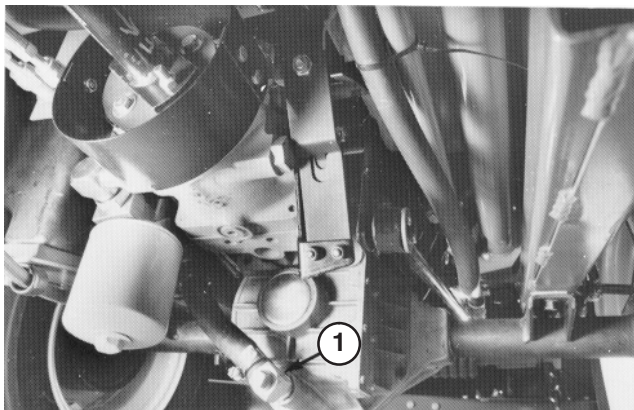
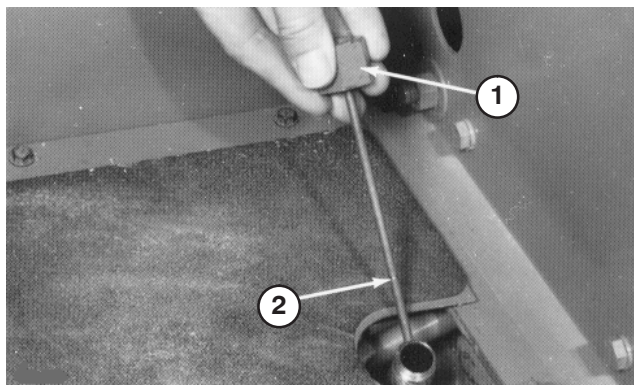

Bild 72
Bild 73
4. Nehmen Sie die Ablassschraube vom Ablass zwischen dem Achsgehäuse und Ölfilter ab und lassen Sie das Öl in eine Auffangwanne ablaufen (Bild 72).
6. Setzen Sie die Ablassschraube in den Ablass zwischen dem Achsgehäuse und dem Filter ein (Bild 72).
7. Nehmen Sie den Ölpeilstab aus dem Achsenfüllstutzen (Bild 73) und füllen Sie die Achse bis zum richtigen Ölstand mit dem richtigen Hydrauliköl, siehe Tabelle oben.
9. Lassen Sie die Maschine für zwei Minuten stehen, nehmen Sie dann den Peilstab heraus und prüfen Sie den Ölstand in der Achse (Bild 73). Wenn der Ölstand niedrig ist, füllen Sie Öl auf, bis der Stand an die Kerbe am Peilstab liegt (Bild 73). Wenn der Stand zu hoch ist, nehmen Sie die Ablassschraube ab (Bild 72) und lassen Sie Öl ablaufen, bis der Stand an der Kerbe am Peilstab liegt.